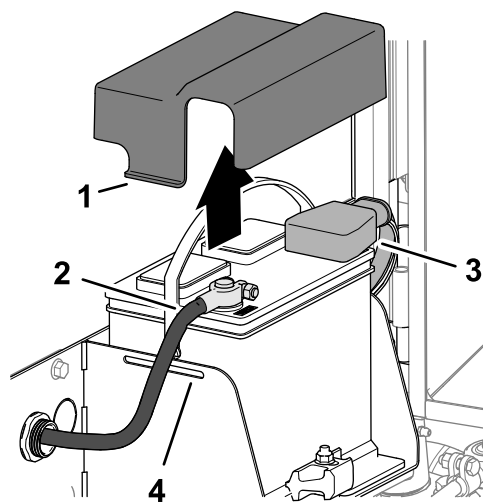

Figura 132
3. Apăsai părțile laterale ale capacului bateriei și îndepărtați capacul de pe compartimentul bateriei (Figura 132).